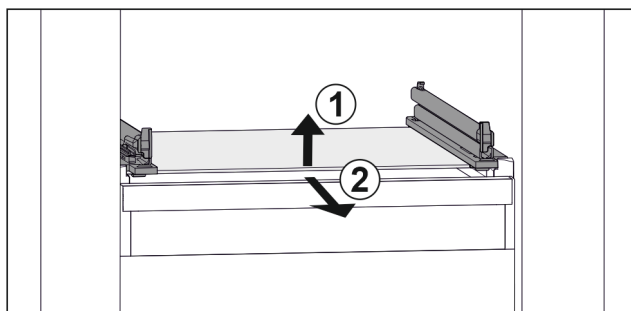

Fig. 50 Příklad znázornění skleněné desky
- ▶ Nadzvedněte skleněnou desku vpředu. Fig. 50 (1)
- ▶ Vyjměte skleněnou desku dopředu. Fig. 50 (2)